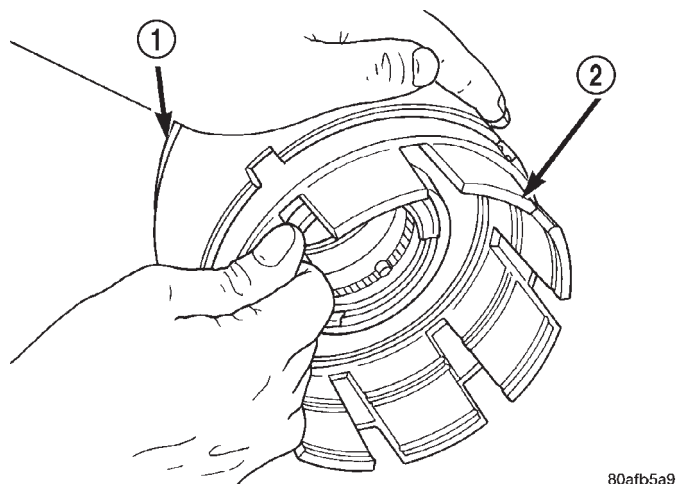

Fig. 217 Extracción del retén del émbolo
(23) Separe el retén de embrague del émbolo de sobremarcha y marcha atrás (Fig. 217).